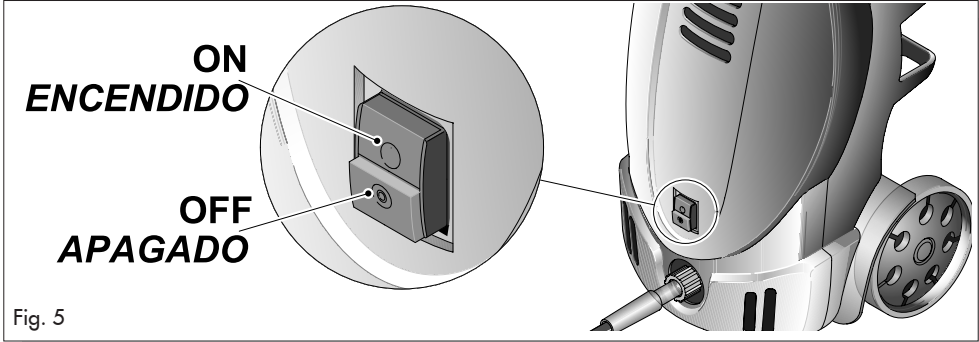

Fig. 5
- 8 Press the on/off button to start pressure washer (Fig. 5)
- 8 Presione la tecla Encendido/Apagado (ON/OFF) para poner en marcha la máquina de lavar a presión. (Fig. 5)